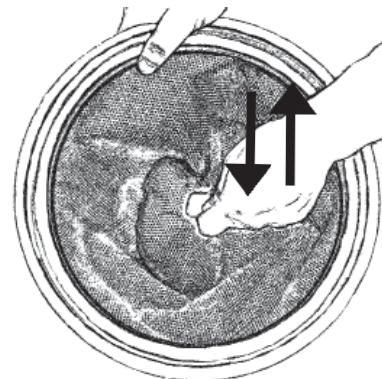

Fig. 23
2. Fjern ikke filteret fra beholderen. Ryst i stedet filteret let inden i beholderen for at løsne støv fra filteret, så det kan falde ned i beholderen. Det gøres ved at gøre om filterets strop og bevæge filteret hurtigt op og ned som vist på fig. 23.